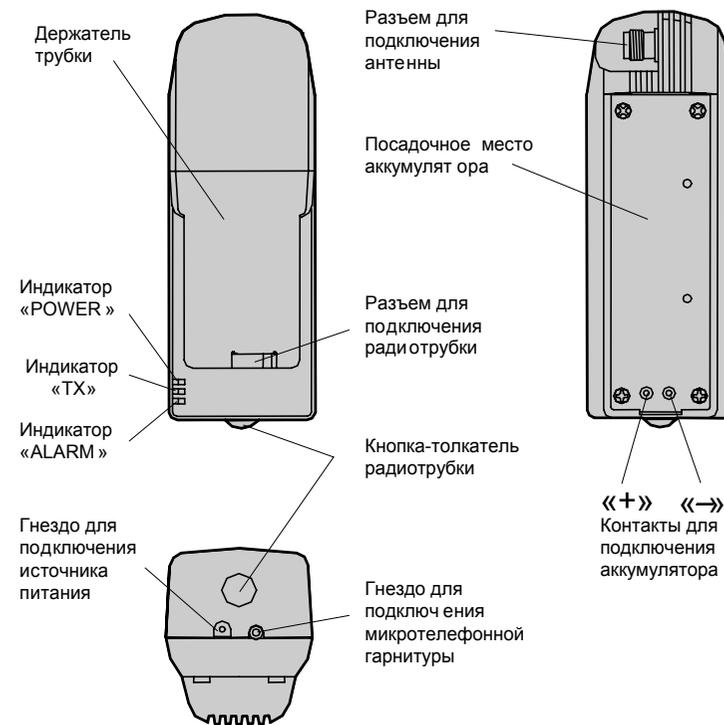

Рис. 1
3. При эксплуатации усилителя с микрофонной гарнитурой вставьте штекер последней в соответствующее гнездо усилителя (см. рис. 1).
Внимание!!! Чтобы отключить радиотрубку от усилителя и извлечь из держателя, пользуйтесь кнопкой-толкателем (см. рис. 1), нажимая ее до упора. Не пытайтесь вытаскивать радиотрубку из держателя каким-либо другим способом. Не прикладывайте силу. Это может привести к поломке фиксатора разъема. Трубка легко выходит из держателя после нажатия на кнопку-толкатель.
Внимание!!! Чтобы отключить радиотрубку от усилителя и извлечь из держателя, пользуйтесь кнопкой-толкателем (см. рис. 1), нажимая ее до упора. Не пытайтесь вытащить радиотрубку из держателя каким-либо другим способом. Не прикладывайте силу. Это может привести к поломке фиксатора разъема. Трубка легко выходит из держателя после нажатия на кнопку-толкатель.